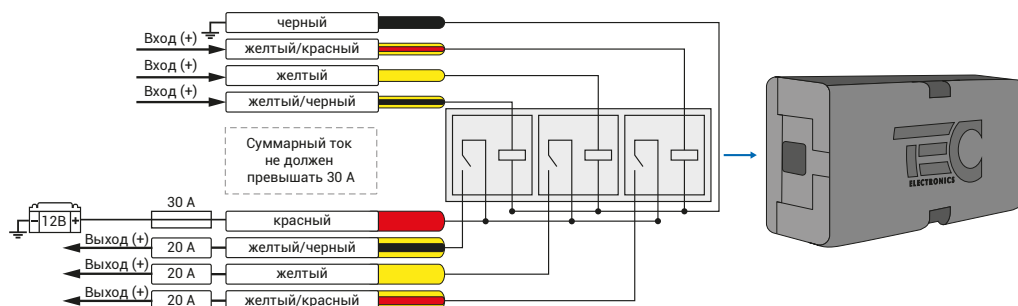
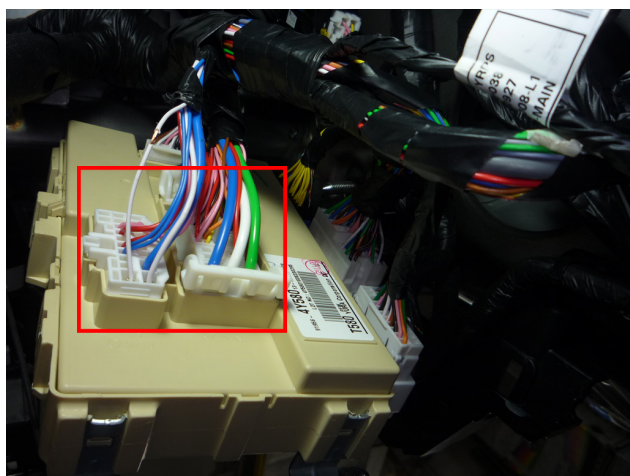

Рис.5 Релейный модуль TEC-4540
Рис.6 Место подключения к силовым цепям запуска двигателя
3. Осуществите подключение цепей автозапуска, используя провода выделенные на рисунке №4. Подключение к автомобилю производится в белом разьеме на тыльной стороне монтажного блока (см. рис. 6, 7). Для подключения силовых цепей используйте релейный модуль TEC-4540 (см. рис. 5).